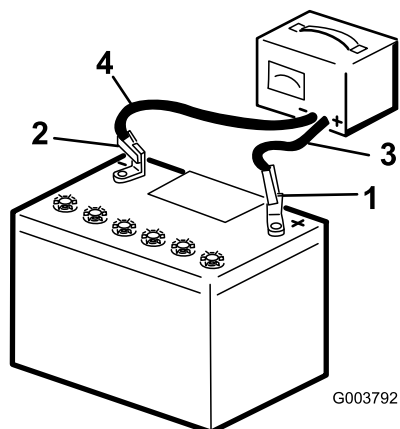

Figure 39
- Chargez la batterie pendant 10 à 15 minutes entre 25 et 30 A, ou pendant 30 minutes entre 4 et 6 A (Figure 39). Ne chargez pas la batterie excessivement.
- Quand la batterie est chargée au maximum, débranchez le chargeur de la prise, puis débranchez les fils du chargeur des bornes de la batterie (Figure 39).